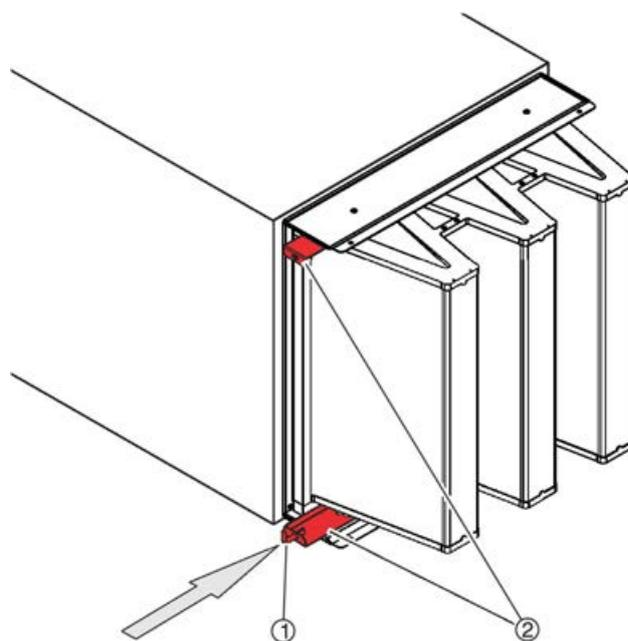

Fig. 19: Empujando los rieles de sujeción hacia adentro
7. ▶ Utilice la llave especial (Fig. 19 /1) para empujar los rieles de sujeción (Fig. 19 /2) hasta el tope.